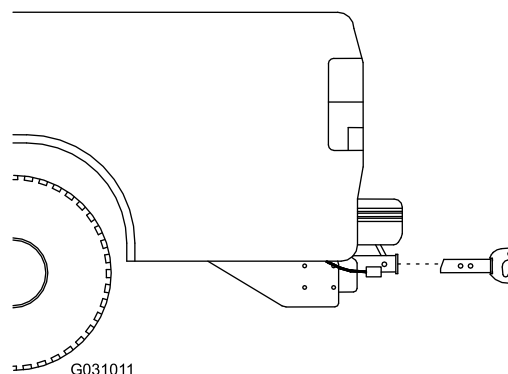

Figura 9
2. Deslice el enganche de RT3 en el receptor de enganche del vehículo y alinee el segundo orificio en el enganche del esparcidor con el orificio del enganche del vehículo (Figura 9).